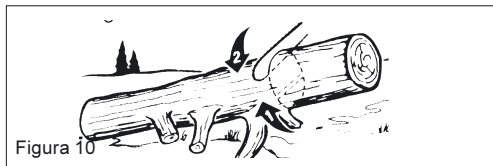

Figura 10
2. Il tronco è poggiato da un'estremità (figura 10):